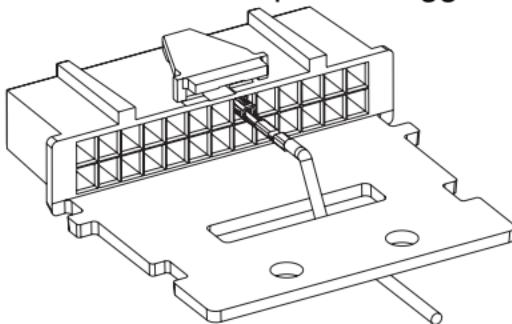

Figura 2a. Fili con dispositivo antitrazione
2. Cablare il filo con il terminale di contatto attraverso il connettore, come illustrato nella *Figura 2a*; alternativamente, se alla radiomobile sono collegati più accessori, cablare i fili come descritto nella *Figura 2b*, quindi, dopo aver completato l'operazione descritta al punto 3, fissarli con una fascetta per cablaggio.